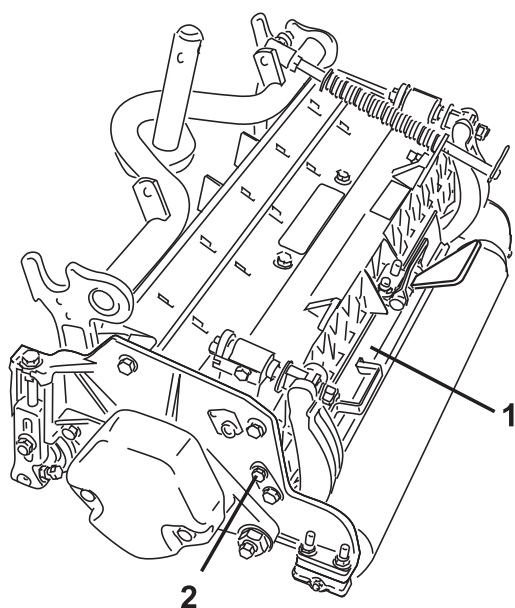

図3
1. 後シールド（図3）を開けるには、シールドを左サイドプレートに固定しているキャップスクリューをゆるめ、シールドを開位置にセットし、キャップスクリューを元のように締めてください。